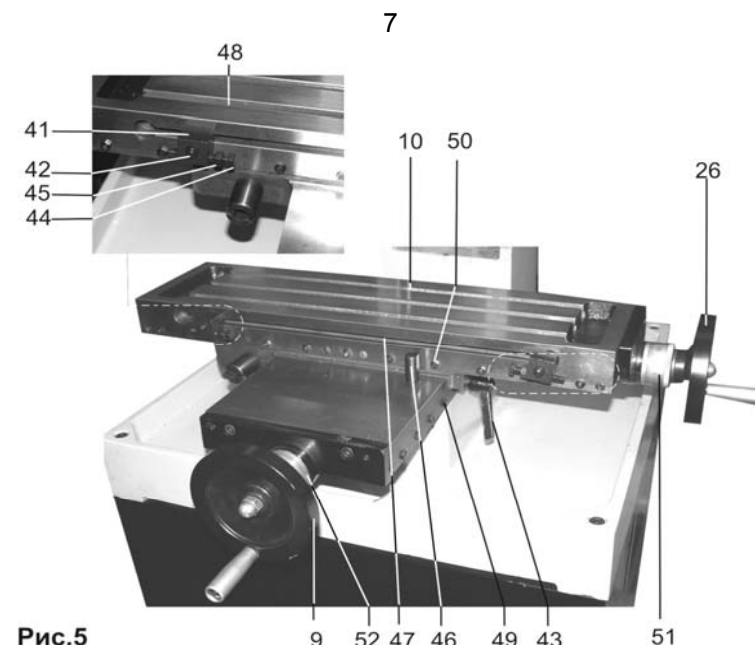

Рис.5
9.1. Регулировки рабочего стола (Рис. 5)
10.1.3. Подача рабочего стола (10) производится вращением маховиков продольной и поперечной подачи (26) и (9), соответственно, и контролируется по шкале нониуса продольной подачи (51) и по шкале нониуса поперечной подачи (52), Рис. 5.
10.1.4. Устанавливать и закреплять заготовку на рабочем столе (10), Рис. 5, следует при помощи зажимов, адаптеров или тисков.
10.1.7. В процессе шлифования и горизонтально фрезерования (горизонтальное положение шпинделя) поперечная подача недопустима, поэтому настоятельно рекомендуем фиксировать поперечное положение рабочего стола (10) ручкой фиксации (43), Рис. 5.
Внимательно изучите п.п. 8.2.4. и 9.1. Контроль подачи рабочего стола (10) производится по нониусу продольной подачи (51) и нониусу поперечной подачи (52), Рис. 5.